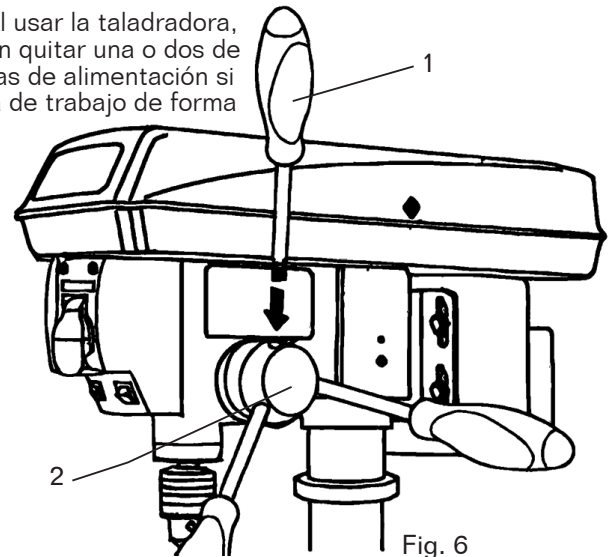

Fig. 6
## MANIJAS DE ALIMENTACIÓN (FIG. 6)
1. Inserte las tres manijas de alimentación (Fig. 6 - 1) en las aberturas roscadas en el cubo de alimentación (Fig. 6 - 2).